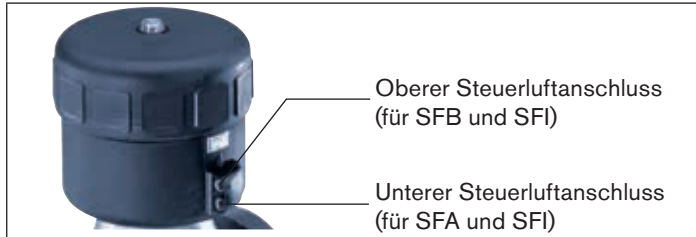

Bild 20: Steuerluftanschluss
- Unteren Steuerluftanschluss mit Druckluft (Wert wie auf dem Typschild angegeben) beaufschlagen (siehe nachfolgendes „Bild 20“).
Antrieb schaltet nicht	Steuerluftanschluss vertauscht* SFA: → Steuerluftanschluss unten anschließen SFB: → Steuerluftanschluss oben anschließen SFI → Steuerluftanschluss oben: Schließen Steuerluftanschluss unten: Öffnen  *siehe „Bild 20“